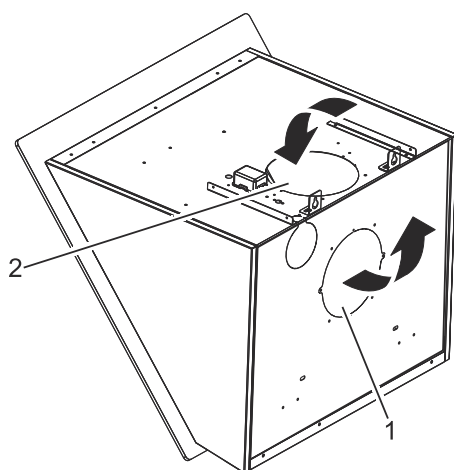

Fig. 14: Rotér motoren.
2. ➡ Tryk eller slå forsigtigt på det forskårne bagplade for at knække det ud. (Fig. 14/1).
4. ➡ Brug den knækkede plade til at lukke hullet af i toppen, med det medfølgende 2 skruer (Fig. 14/2).
Kontakt os for spørgsmål (Fig. 14).